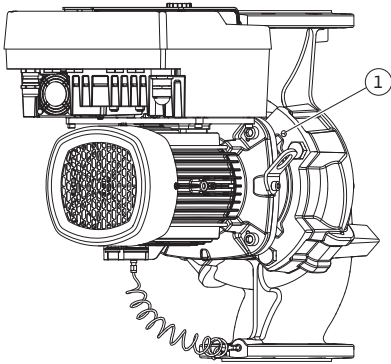
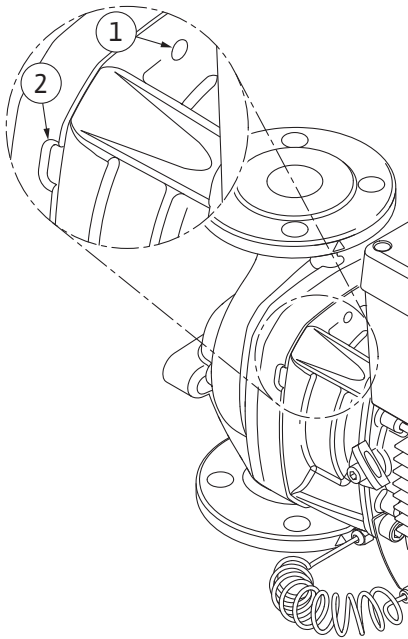

Fig. 108: Abdrücken des Einstecksatzes über Gewindebohrungen
Fig. 109: Gewindebohrungen und Schlitze zum Abdrücken des Einstecksatzes vom Pumpengehäuse
12. Für Pumpentyp (Fig. III, IV) die Schrauben Pos. 29 lösen. Die daneben liegenden zwei Gewindebohrungen (Fig. 108, Pos. 1) nutzen und geeignete bauseits bereitgestellte Schrauben (z. B. M10 x 25 mm) verwenden. Einstecksatz vom Pumpengehäuse abdrücken.
- Für Pumpentyp (Fig. I und Fig. II) die zwei Gewindebohrungen M10 (siehe Fig. 108) nutzen und geeignete bauseits gelieferte Schrauben verwenden (z. B. M10 x 20 mm). Zum Abdrücken können auch die Schlitze (Fig. 109, Pos. 2) verwendet werden. Dazu z. B. zwei Schraubendreher ansetzen und als Hebel verwenden. Nach ca. 15 mm Abdrückweg wird der Einstecksatz nicht mehr im Pumpengehäuse geführt.